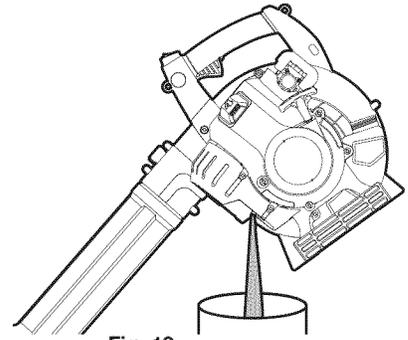

Fig. 13
3. Inclíne la unidad verticalmente para verter el aceite fuera del orificio de llenado de aceite y al interior del recipiente (Fig. 13). Deje bastante tiempo para que se drene completamente.